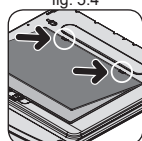

fig. 5.5
4. Encaixe o vidro interno nos suportes inferiores posicionando-o sobre a porta (fig. 5.5).